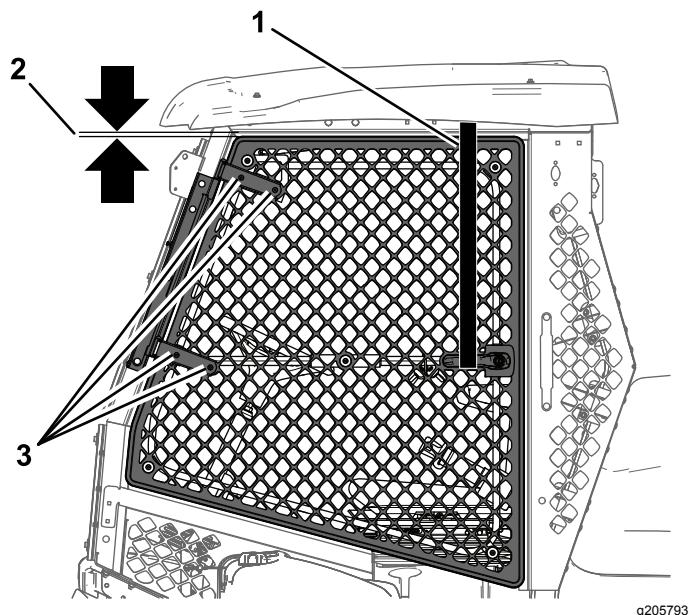

Figura 12
- Afloje los 4 pernos y las 4 tuercas de la bisagra de la puerta (Figura 12).
- Coloque un extremo de una correia con carraca sobre el raíl superior del bastidor y el otro extremo en el tirador de la puerta (Figura 12).